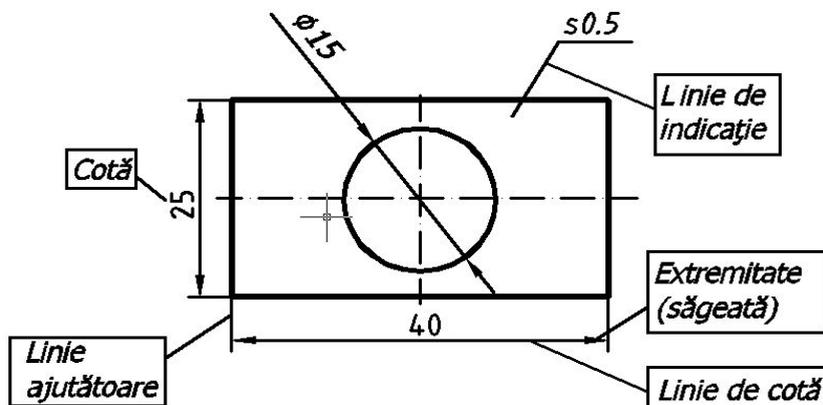

Fig. 2.5. Elementele cotării
Operația de cotare se realizează prin intermediul următoarelor elemente (fig. 2.5):
**Linia de indicație** se trasează cu linie continuă subțire și servește la precizarea elementului la care se referă o prescripție, o notă convențională sau o cotă, care din lipsa de spațiu nu poate fi înscrisă deasupra liniei de cotă. Linia de indicație se sprijină pe o suprafață printr-un punct pronunțat (vezi fig. 2.5), pe o linie de contur printr-o săgeată sau pe o linie de cotă fără nici un element.